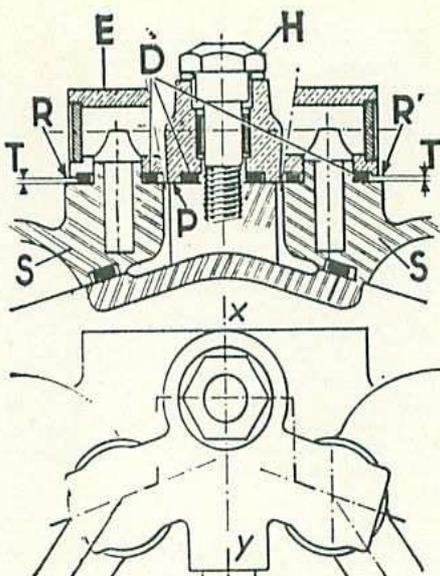

Fig. 13. — Contrôle du montage de la chape
La vis (H) étant serrée de façon à obtenir en (P) la portée métal sur métal (fig. 13) sur le bossage du cylindre vérifier qu'un certain jeu subsiste en (R) et (R') sur les bossages des deux couvercles (S). La valeur de ce jeu ne peut, pratiquement, pas dépasser 0,7 mm. L'équilibrage des jeux en T et T' est influencé par la position de la cha-